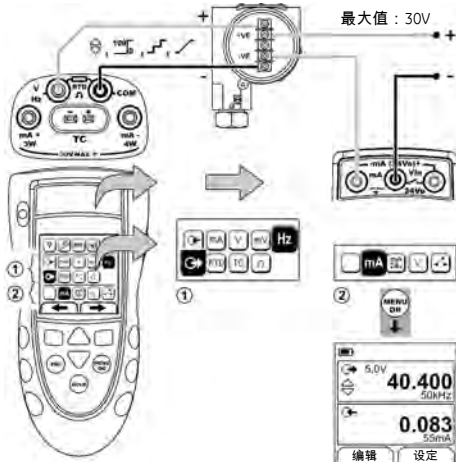

图 10: 示例配置 - 使用外部回路电源的传送器校准
1. 连接设备 (图 10/11), 如果有必要, 调整设置 (表 1)。